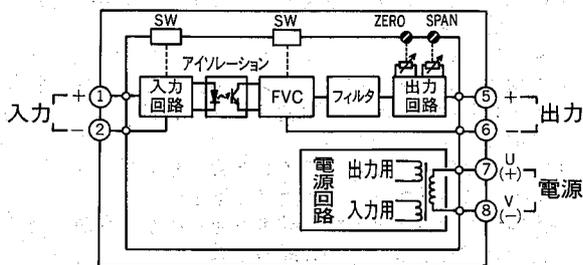

図1
図1の①、②に入力される各種の入力信号は入力回路で波形整形されフォトカプラで絶縁された後、FVコンバーター(FVC)のトリガー信号となります。入力パルス毎に発生するFVCの出力を、LPフィルタでリップル分を除去し直流電圧又は電流に変換して①、②に出力します。しかし入力周波数がシャットダウン周波数(裏面5.参照)以下の場合にはシャットダウン機能により出力回路は抑制され入力周波数はゼロとみなされます。